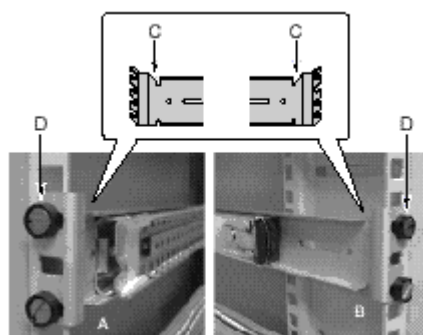

图 2-3-5
6. 把所有四个滑轨支架安装到机柜架上。确认每个支架的尖角朝上(C)。用机柜架厂商提供的八颗装配螺丝固定。如图图 2-3-5 所示, 左图(A)为加在机柜上的左前支架, 右图为左后支架。(图例为支架内侧的滑轨, 现在还不应该把滑轨附到支架内侧)